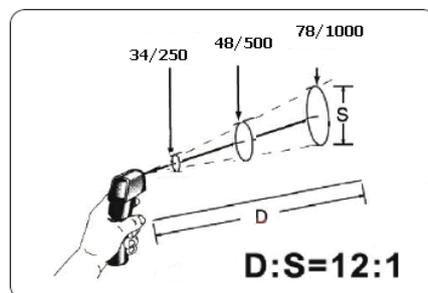

Рис.8.1 Пояснение показателя оптического разрешения (D:S) для АКИП-9302
Для того чтобы измерить температуру объекта, направьте прибор на объект. Убедитесь в том, что объект находится в поле зрения, и нажмите курок-кнопку. При этом включается питание прибора. Встроенный лазерный указатель (лазер) используется только для наведения на середину измеряемой зоны (см. рис.8.1). После завершения измерения на индикаторе отображается символ «HOLD» и выводится результат. Произведите считывание результата. При необходимости включите подсветку дисплея.
Убедитесь в том, что зона объекта (поверхность на которой производится измерение температуры) больше, чем требуемая зона измерения (рис.8.1). В противном случае переместите прибор ближе к измеряемой поверхности для обеспечения более точного измерения температуры за счет уменьшения контролируемой зоны. Для максимального снижения возможной погрешности измерений, убедитесь в том что, зона измерения как минимум в 2 раза меньше площади поверхности объекта.
Показатель оптического визирования пирометра (FOV) определяется как воображаемый геометрический угол попадания потока ИК излучения от объекта в приёмник и выражается отношением расстояния до объекта (D) к диаметру пятна съема (S) теплового излучения на измеряемой поверхности (см. рис. 8.1)